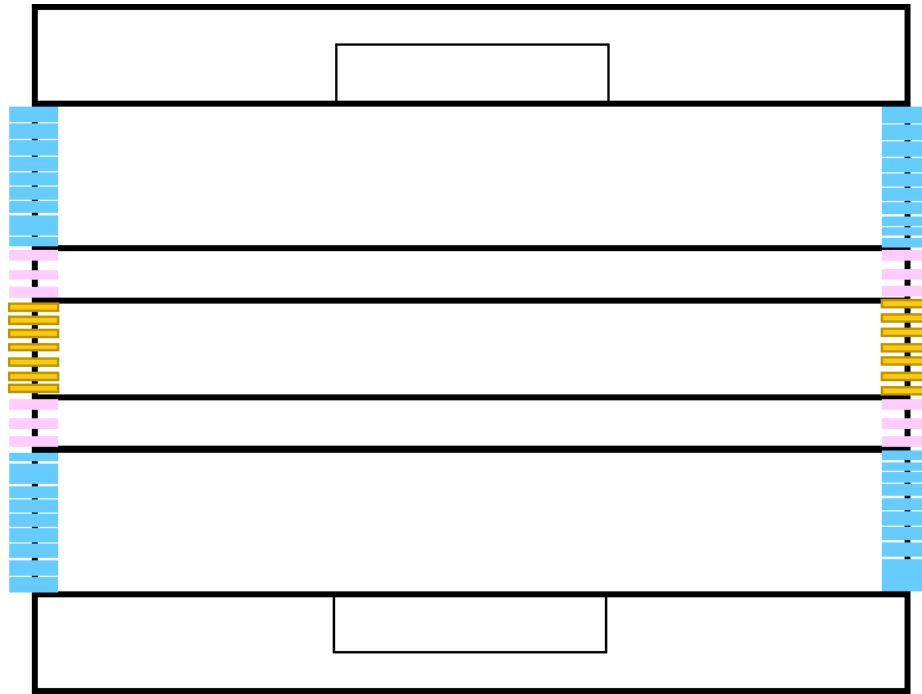

Fig. 11 Divisiones de los bordes.
4. En Number of Divisions se determina el valor de las divisiones requeridas. En la Fig. 11 se muestran el número de divisiones correspondientes a los bordes de los componentes mencionados.